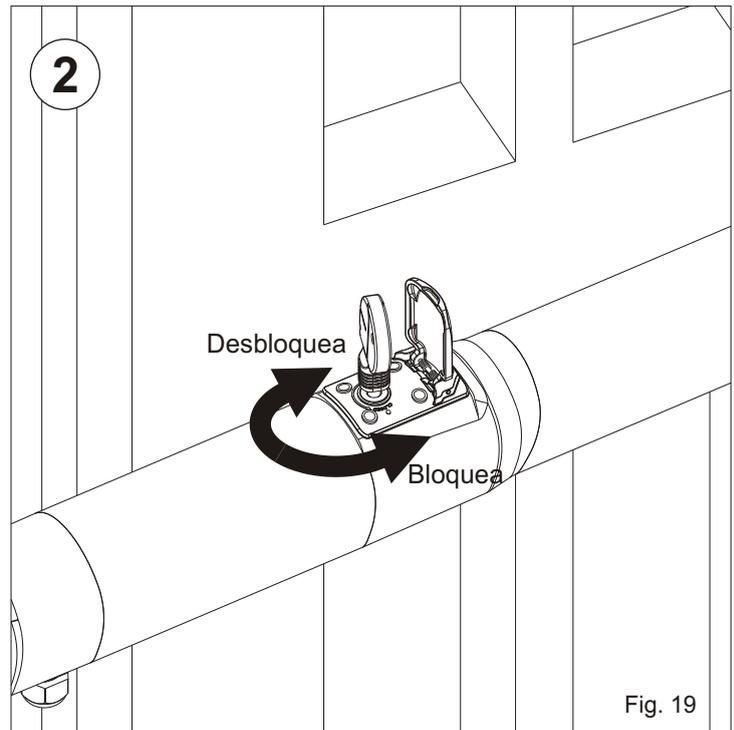

Fig. 19
2. Rotar 180° la llave de desbloqueo en sentido horario hasta el tope, sin forzar mucho (Fig. 19).